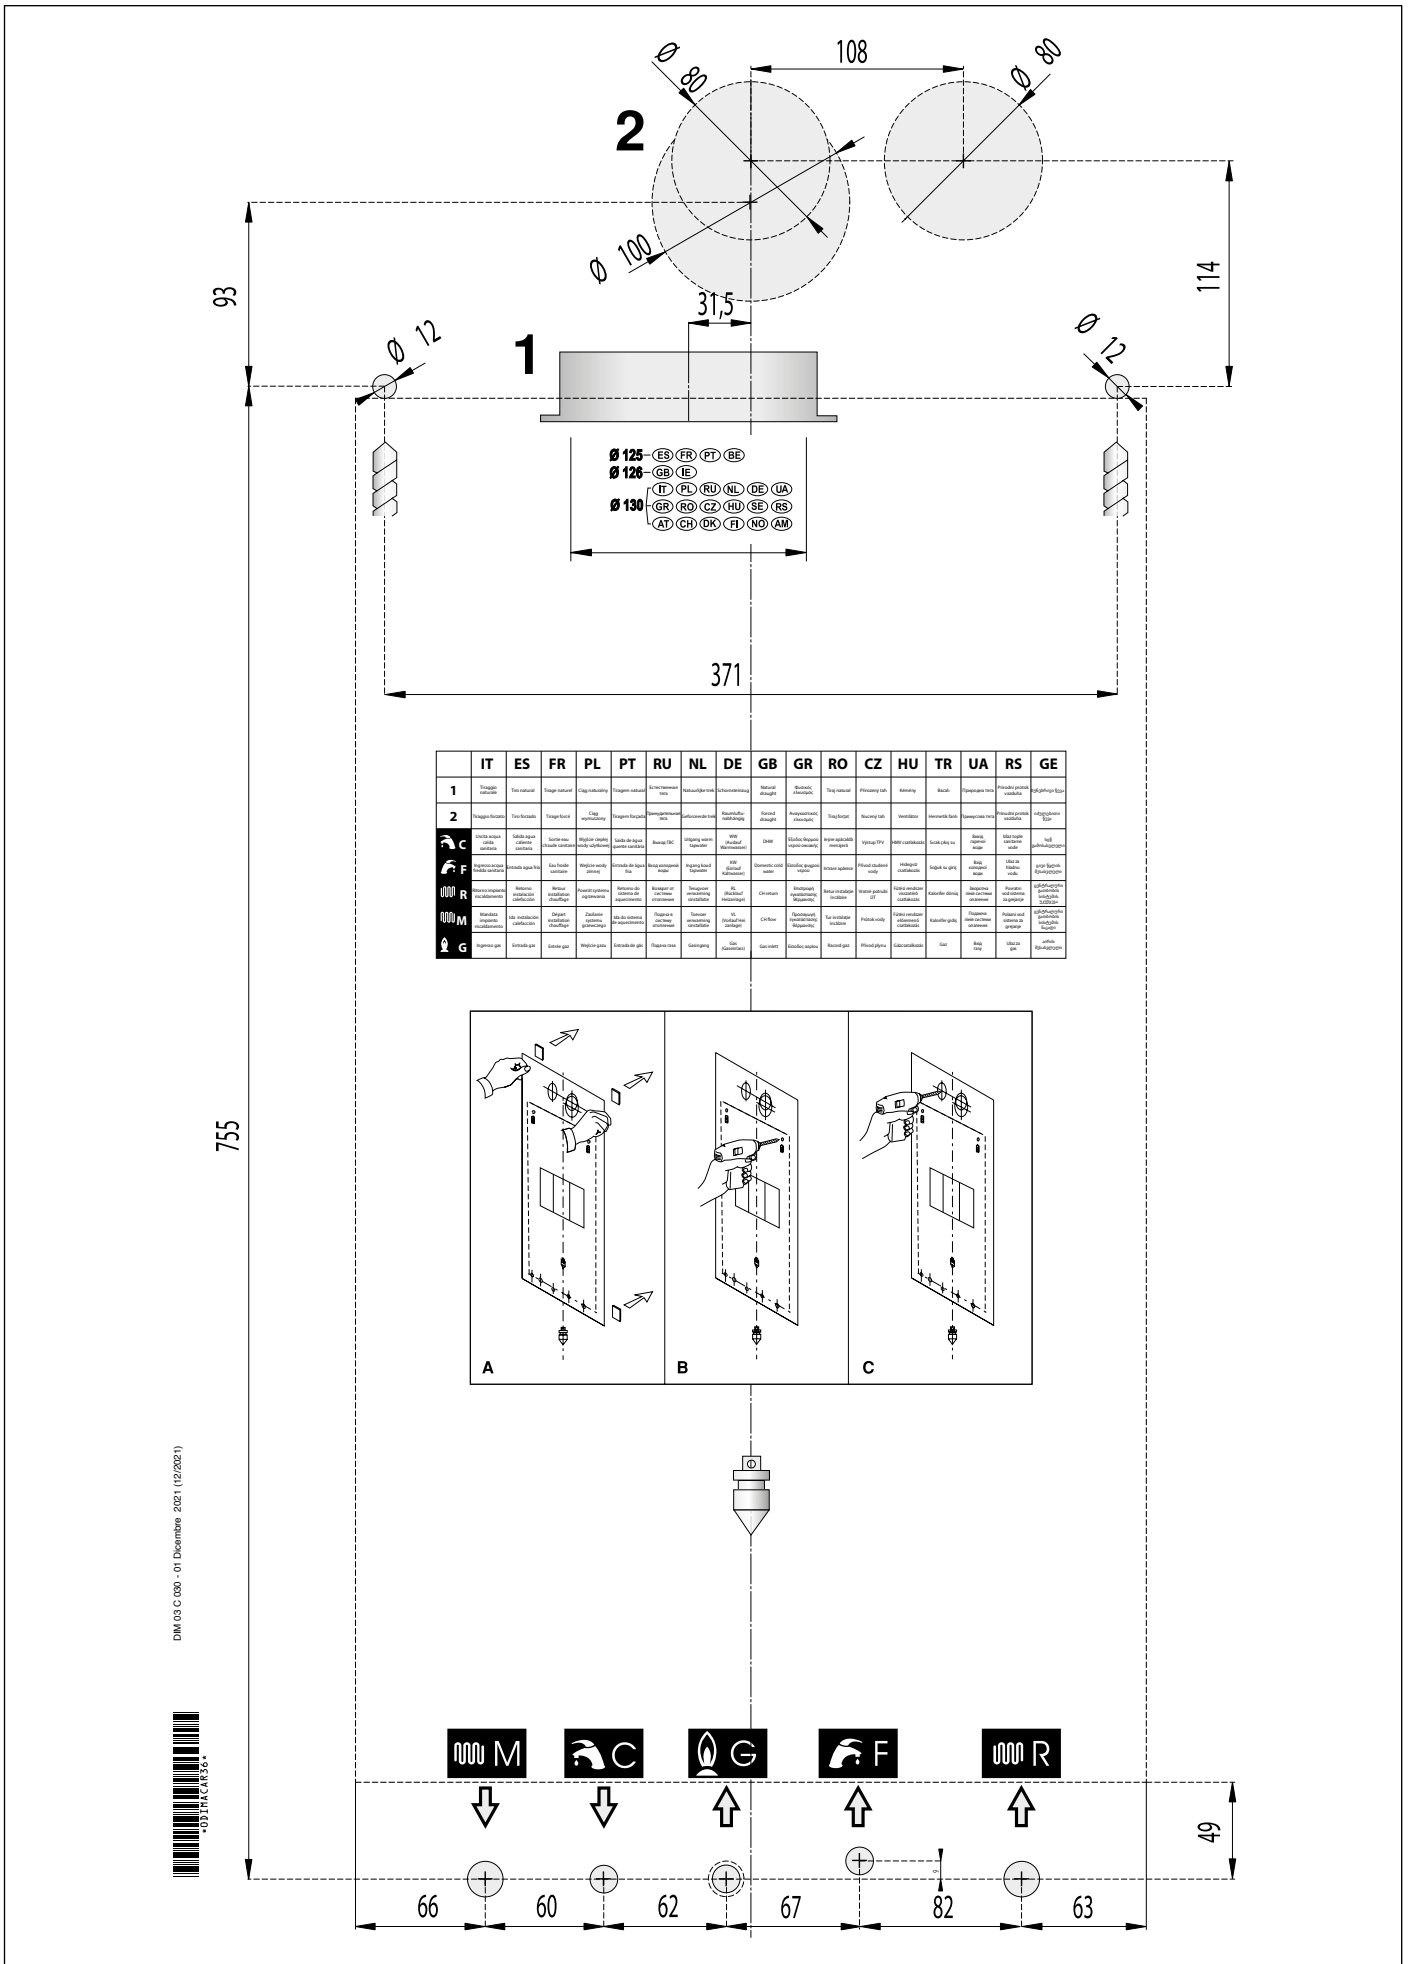

Рис. 7 Паперовий шаблон.
- монтажний паперовий шаблон (див. Рис. 7 Паперовий шаблон.);
Кожний котел забезпечений спеціальним паперовим шаблоном, що знаходиться в упаковці (див. Рис. 7 Паперовий шаблон.). Кожен котел забезпечений спеціальним паперовим шаблоном, що знаходиться в упаковці (рис. 8), який дозволяє підготувати труби для підключення до системи опалення, до лінії води санітарного призначення, до газової магістралі і труби подачі повітря та відводу димових газів в момент їх розведення, тобто до початку установки котла на вибране місце.